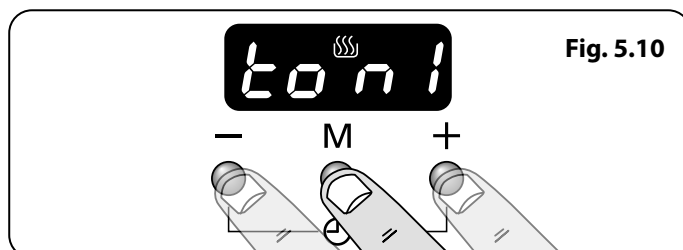

Fig. 5.10
- Tryck samtidigt på knapparna [+] och [-], och tryck därefter på lägesknappen [M]. Displayen visar "ton 1, 2 eller 3" (Fig. 5.10).